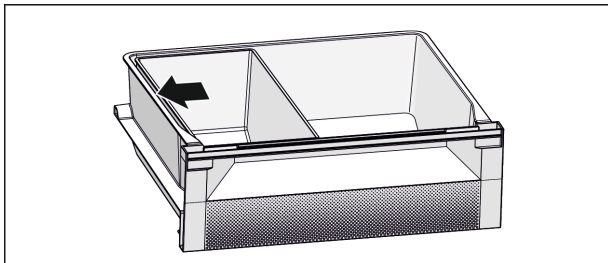

Fig. 6
- ▶ Positionner le bac Fish & Seafood. La position illustrée vous montre une fonction de réfrigération optimale (voir Fig. 6) .